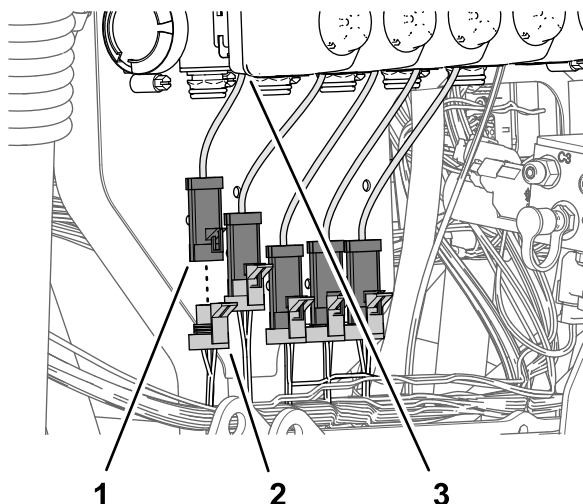

Figura 115
2. Conecte el conector hembra de 3 vías (Figura 115) de la rama de 89 cm (35") del arnés de fumigación del kit marcado NOZZLE VALVE 1 en el conector de 3 pines del actuador de la válvula de la izquierda (posición 1).
3. Conecte el conector hembra de 3 vías (Figura 115) de la rama de 89 cm (35") del arnés de fumigación del kit marcado NOZZLE VALVE 2 en el conector de 3 pines del actuador de la válvula (posición 2).
4. Conecte los demás conectores hembra de 3 vías de la rama de 89 cm (35") del arnés de fumigación del kit a los conectores de 3 pines de los actuadores de las válvulas (Figura 115).